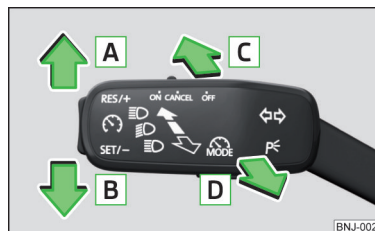

Fig. 42
- Trageți maneta de semnalizare și pentru faza lungă (» fig. 42 la pagina 63) spre volan, împingeți-o în jos și mențineți-o în această poziție.
**Pozițiile manetei de operare** » fig. 42